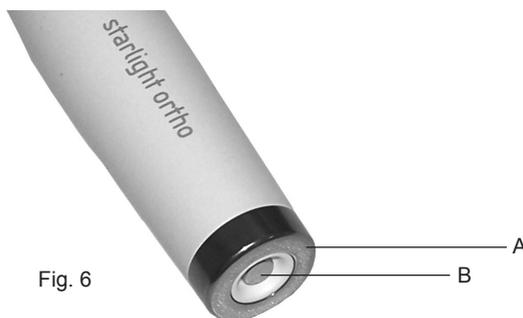

Fig. 6
**⚠ PERICOLO: Non mettere in cortocircuito i contatti elettrici del manipolo con oggetti metallici o liquidi (Fig.6 - Rif.A Rif.B).**